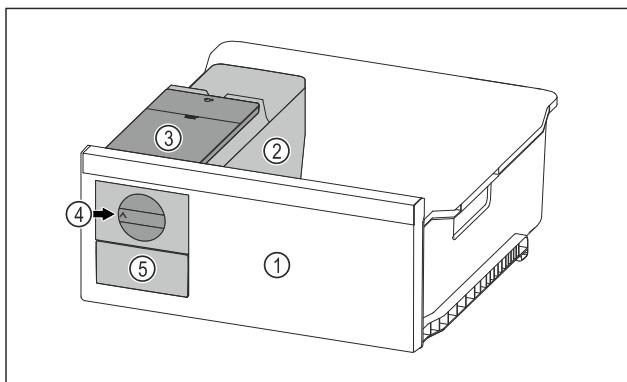

Fig. 38 Ілюстративне зображення
- Поворотну ручку Fig. 38 (4) повернути за годинниковою стрілкою до упору.
- ▷ Кубики льоду випадають із ванночки для кубиків льоду у висувний ящик для кубиків льоду Fig. 38 (5).